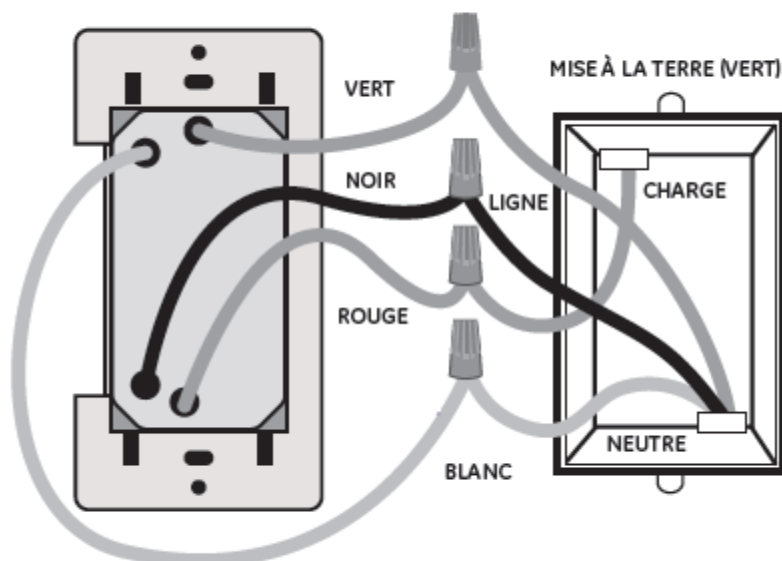

Figure 2
5. Reliez les fils à l'aide des connecteurs verrouillés par rotation fournis (utilisez seulement du fil en cuivre). Comme il est illustré à la figure 2. Le fil blanc correspond au conducteur neutre du circuit. (Il arrive souvent que le fil neutre se trouve au fond de la boîte de jonction, fixé par un capuchon de connexion. Si vous n'êtes pas sûr de savoir à quoi les fils correspondent ou si vous ne pouvez pas repérer le fil neutre, veuillez consulter un électricien accrédité.)